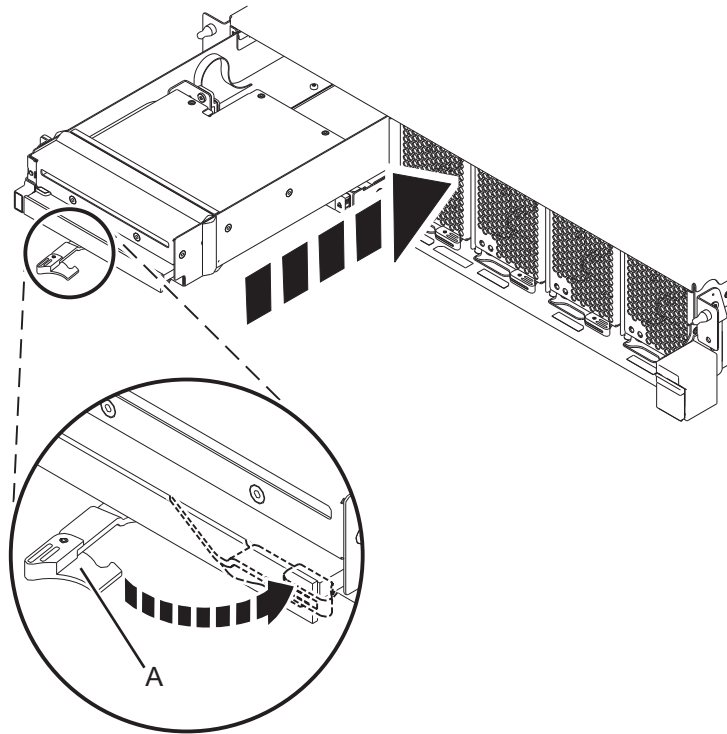

Abbildung 9. Flache Einheit für austauschbare Datenträger in einem Systemcontroller vom Typ 9080-MHE, 9080-MME, 9119-MHE oder 9119-MME installieren
- a. Stellen Sie sicher, dass der Griff der flachen Einheit für austauschbare Datenträger (**A**) auf offen gedreht ist; siehe Abb. 9 auf Seite 16.
- c. Schieben Sie die Einheit in das System und drehen Sie den Griff (A) in die angezeigte Richtung, bis die Verriegelung einrastet.